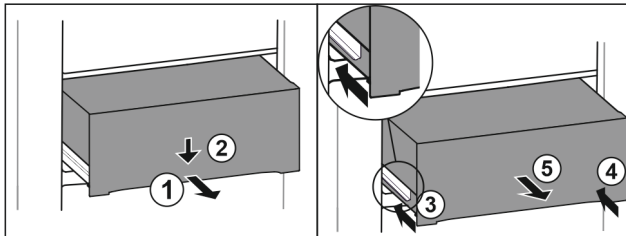

Fig. 167
- Tirer le tiroir jusqu'à mi-chemin. Fig. 167 (1)
- Appuyer sur l'avant du tiroir vers le bas. Fig. 167 (2)
- Insérer le rail gauche d'env. 2 cm. Fig. 167 (3)
- Insérer le rail droit d'env. 2 cm. Fig. 167 (4)
- Retirer le tiroir par l'avant. Fig. 167 (5)